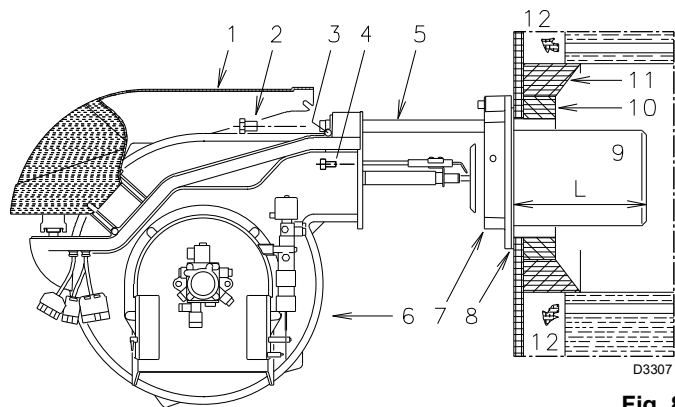

Fig. 8
5.5 Fijación del quemador a la caldera (Fig. 8)
- Desenroscar los tornillos 1)(Fig. 8) y desmontar el tubo llama 5)